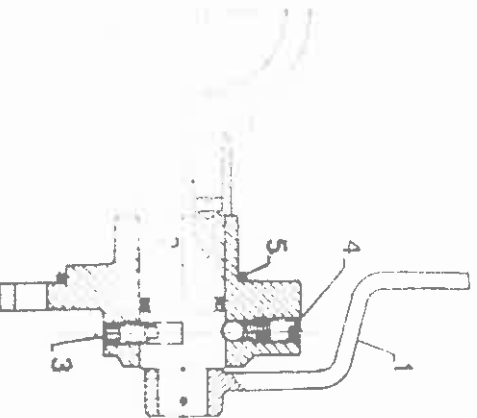

Fig. E4
- Faire attention à ne pas perdre le doigt de commande (6 - Fig. E4).
- b) **démontage du système de commande** (voir Fig. E4)
- dévisser les vis de réglage du point mort (4) et de butée (3).
- Be careful not to lose the control finger (6 - Fig. E4).
- b) **disassembly of the control system** (see Fig. E4)
- unscrew the stop screws (4) and the stop screw (3).